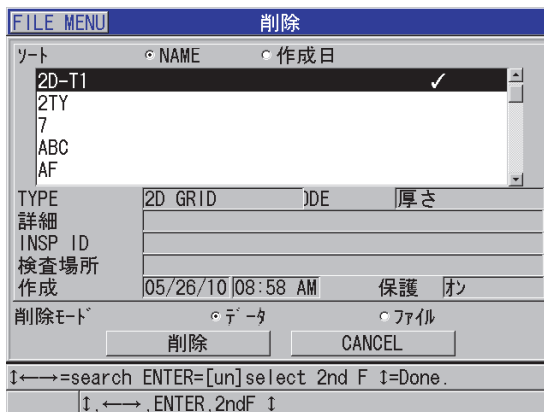

図 11-20 ファイルの削除
3. 削除画面で、以下の操作を行います（201 ページの図 11-20）参照。